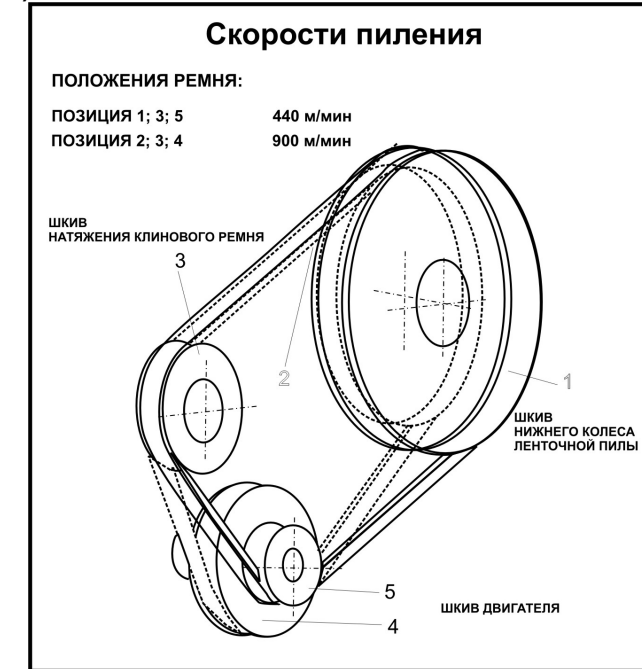

Рис. 15
11.7.4. Изменяя одновременно положение ремня (46) на шкивах (45 и 47), согласно схеме на Рис. 15, установите скорость движения пильной ленты (9) - 440 м/мин или 900 м/мин.